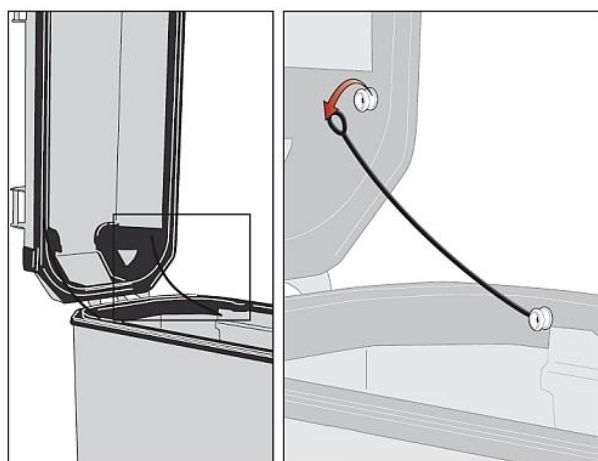

図 B3
4. 手順 3 の状態から、①OBK モノキーサイドケース内部の開口制御プラスチックの勘合（4箇所あるうちの上下いずれか 2箇所）を取り外すことで、蓋とボトムを完全分離することができます。ケースからはみ出るような高さの荷物でも、取り外した蓋と一緒に一時積載可能な仕様となっています。（図 B3 参照）